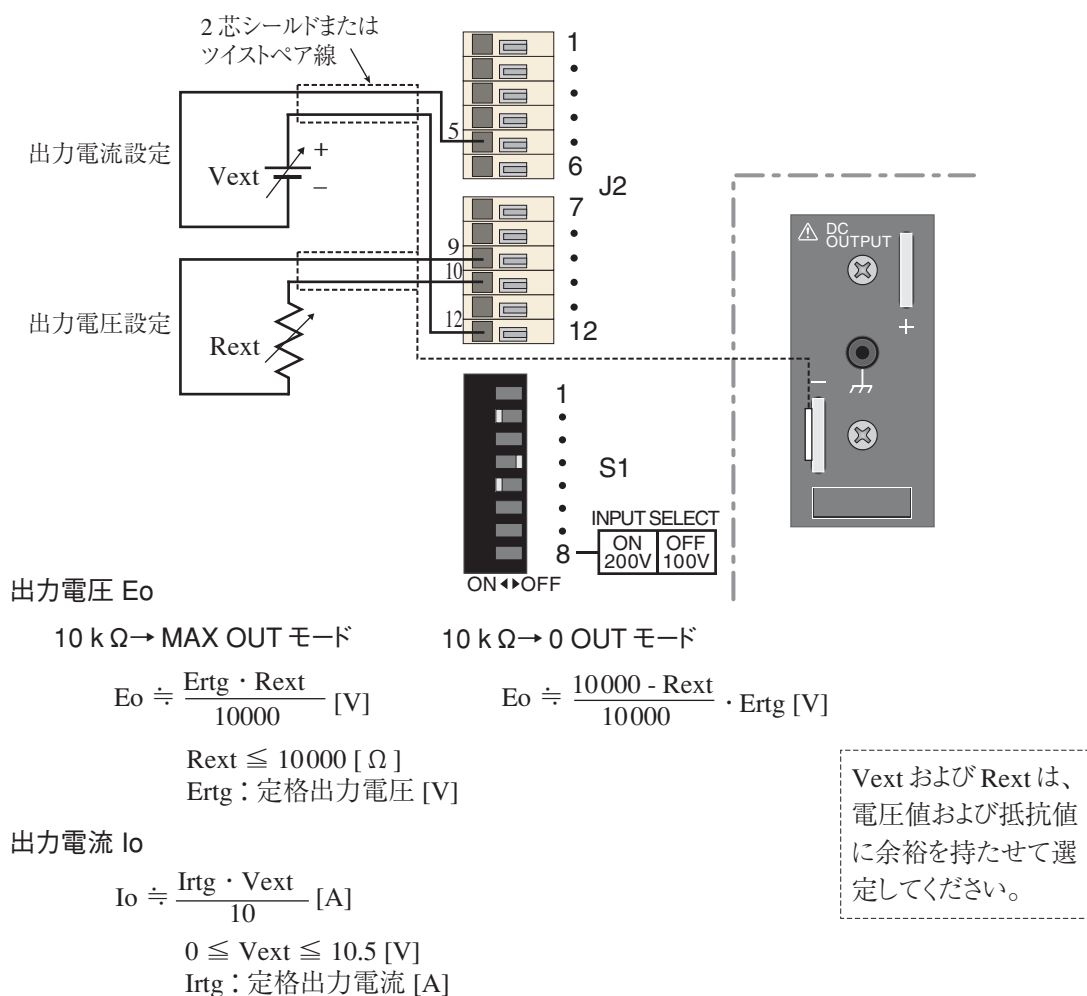

図 4-9 コントロール 3 の接続
- ・ Rext と出力電圧 Eo、および Vext と出力電流 Io との関係は、ほぼ図 4-9 に示した式ようになります。しかし、出力値に精度が要求される場合は、Vext および Rext の値によってゼロと出力する最大値を調整する必要があります。(ただし、Eo は 10 k $\Omega$   $\rightarrow$  0 OUT モードのとき)